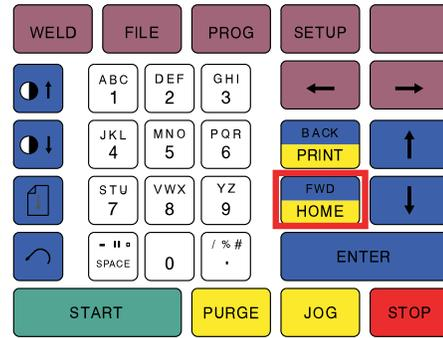

図9：パワー・サプライの操作パネル
6. 「HOME (ホーム)」を押して、ローターをホーム・ポジションに戻します。図9をご参照ください。